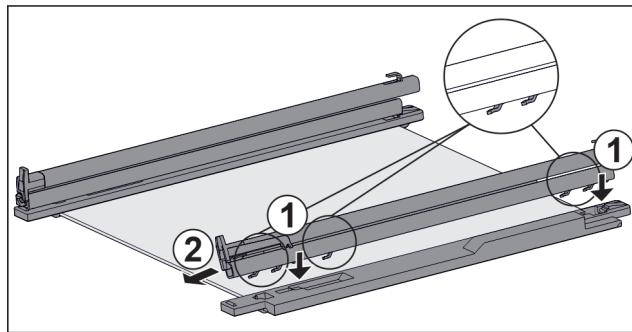

Fig. 125 Стъклена плоча с релси и задържащи части
- Поставете куките на релсата върху отворите на **лявата** задържаща част. *Fig. 125 (1)*
- Издърпайте релсата напред. *Fig. 125 (2)*
- Поставете куките на релсата върху отворите на **дясната** задържаща част. *Fig. 125 (1)*